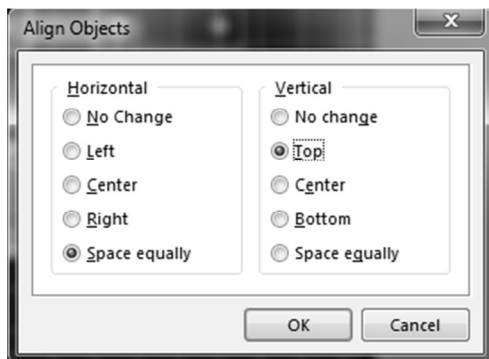

Рис. 4.16. Окно Align Objects
2. Щелкните правой кнопкой мыши и выберите **Align** → **Align** (**Выравнивание** → **Выровнять**) из контекстного меню (последовательность клавиш: **A**, **A**). В диалоговом окне **Align Objects** (Выровнять объекты) выберите опцию **Space Equally** (Распределить равномерно) в группе **Horizontal** (По горизонтали) и опцию **Top** (По верхнему) в группе **Vertical** (По вертикали), как показано на рис. 4.16. Теперь резисторы выровнены с одинаковым интервалом.